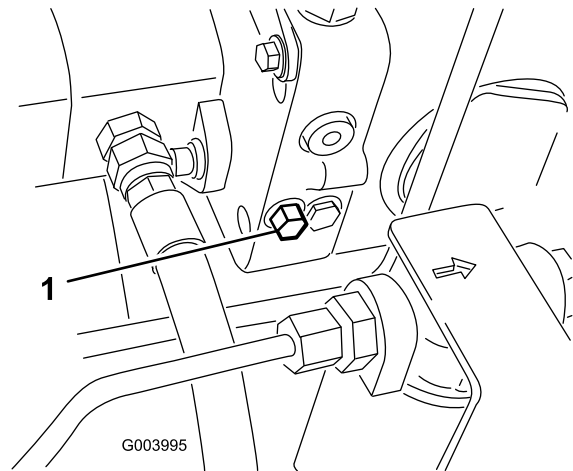

Figura 34
1. Fate ruotare di un giro e mezzo il bullone della valvola di bypass per aprire e lasciare bypassare l'olio all'interno (Figura 34).